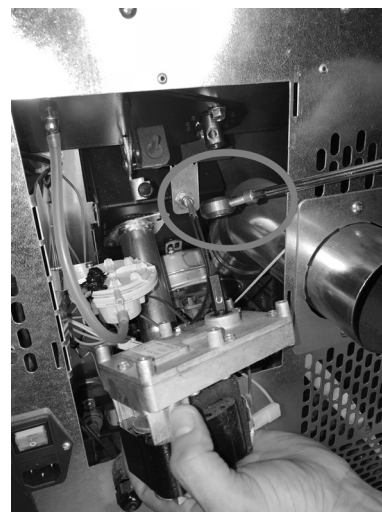

Fig. 80 - Fjern reduktionsmotoren
- Fjern reduktionsmotoren ved at løsne skruen der blokerer den (se **Fig. 80**).